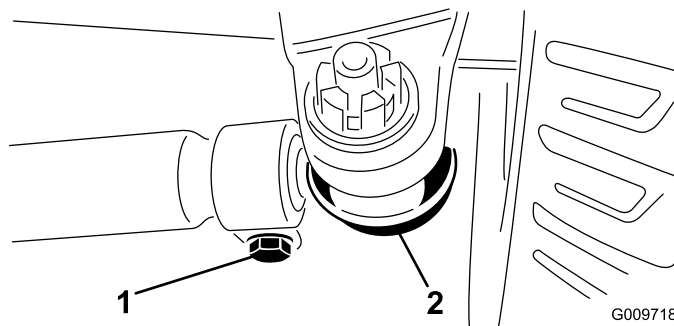

Figura 44
2. Para ajustar, retire la chaveta y la tuerca de cualquiera de las articulaciones esféricas de la biela (Figura 44). Retire la articulación esférica de la biela del soporte del eje.
3. Afloje las abrazaderas en ambos extremos de las bielas (Figura 44).
4. Gire la articulación esférica retirada hacia dentro o hacia fuera una (1) revolución completa. Apriete la abrazadera en el extremo suelto de la biela.
5. Gire el conjunto completo de la biela en el mismo sentido (hacia dentro o hacia fuera) una (1) revolución completa. Apriete la abrazadera en el extremo conectado de la biela.